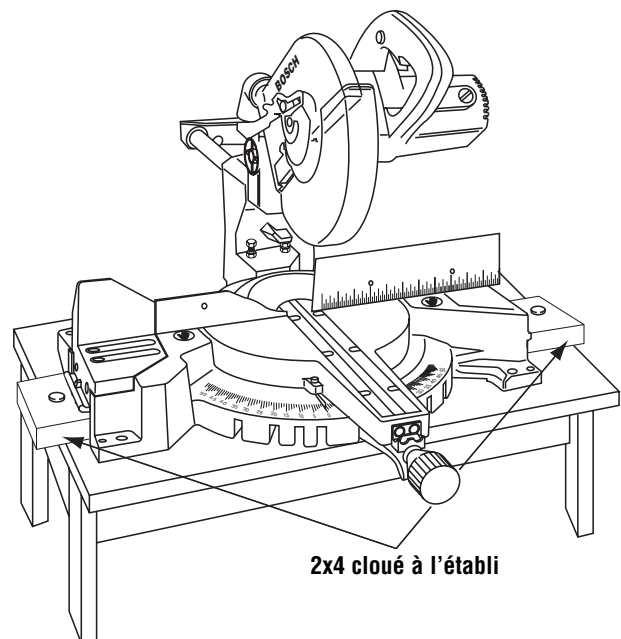

Figure 17. Montage portatif à l'aide de 2x4
- Pour éviter toute torsion de la scie, la scie peut être placée sur deux (2) 2x4 montés sur un établi.
- Les ouvertures des poignées de transport moulées présentent des nervures à l'intérieur de dimensions identiques à celles d'un 2x4. Centrez les ouvertures de la scie à onglet par-dessus les 2x4 cramponnés ou cloués sur un établi pour plus de stabilité (Figure 17).